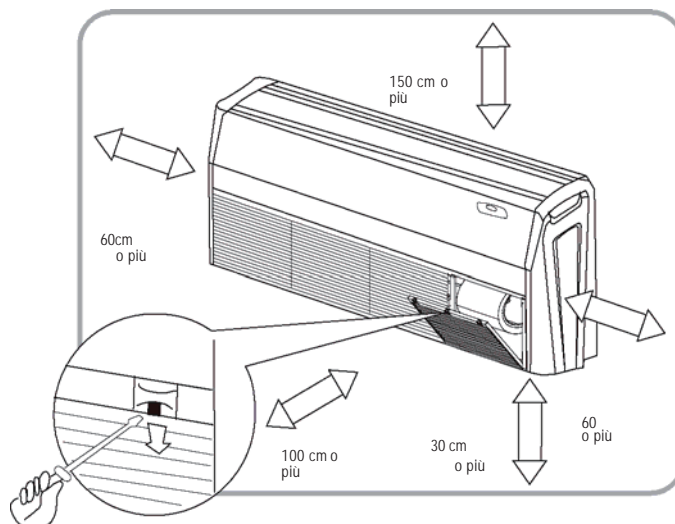

Fig. 23
- Lo spazio attorno all'unità deve essere ben ventilato (fare riferimento alla Fig.23)